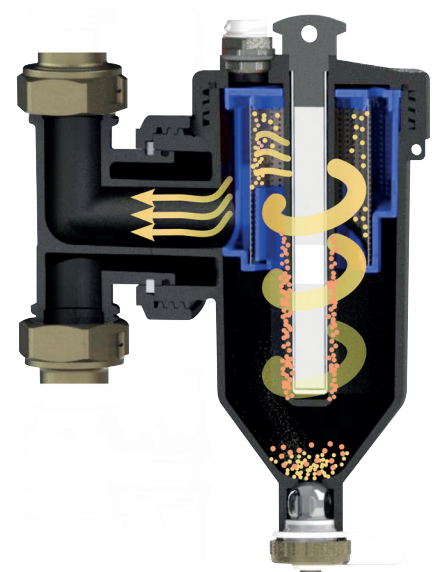

Fig. B3: filtrazione meccanica
- **filtrazione meccanica:** le particelle non ancora precipitate vengono trattenute dalla maglia del filtro (8) (fig. B3);